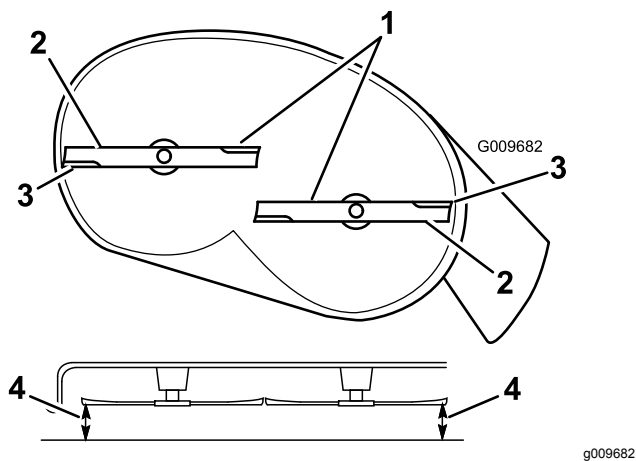
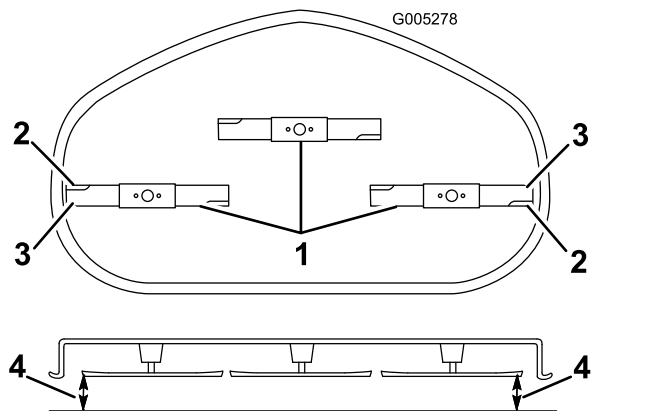

Figura 69
Figura 70
4. Girate con cautela le lame in modo che siano disposte tutte lateralmente (Figura 69 e Figura 70).
- Misurate la distanza tra i taglianti esterni e la superficie piatta (Figura 69 e Figura 70).